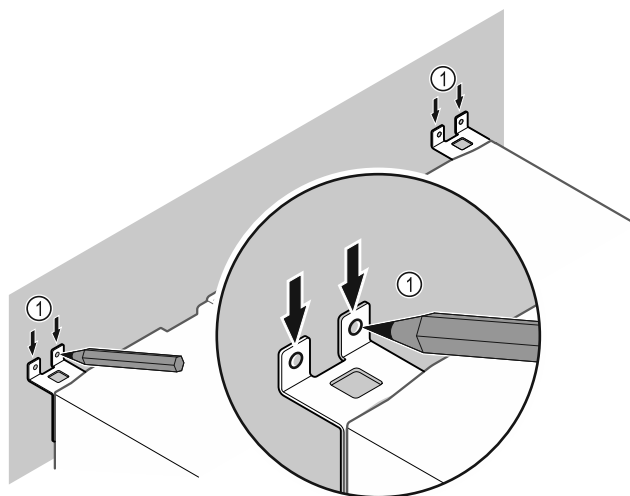

Fig. 11
- ▶ Κάντε σημάδια στον τοίχο Fig. 11 (1).